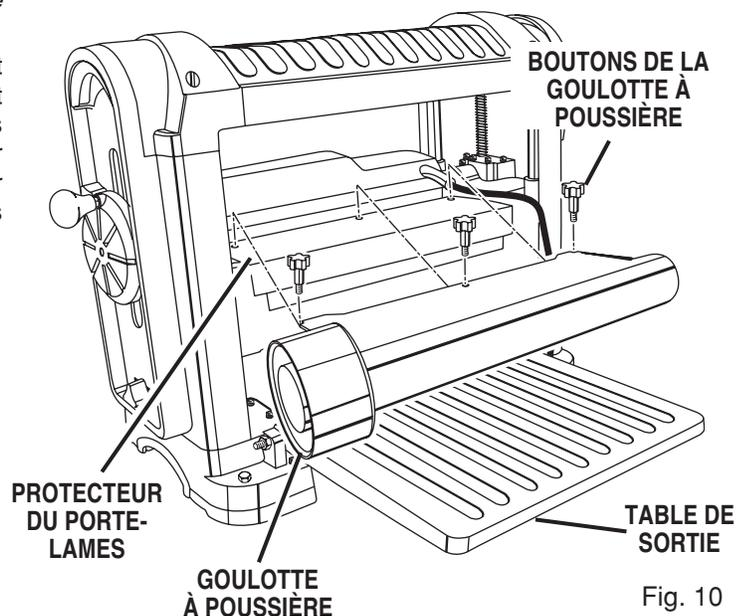

Fig. 10
Voir figure 10.
- À l'arrière de la machine, localiser les deux boutons de l'éjecteur de sciure de la tête de coupe. Voir la figure 10. Tourner les boutons vers la gauche pour les desserrer.